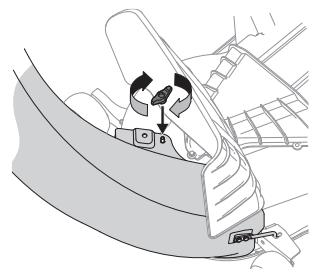

Figure 26
- Fixez la goulotte au plateau de coupe avec l'écrou papillon du sachet de quincaillerie (689-02019). Voir Figure 26.